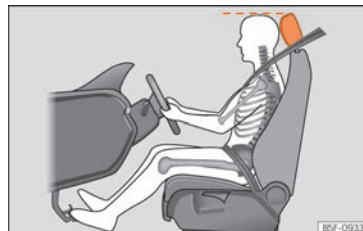

Fig. 88 Corretto posizionamento del poggiatesta del conducente.
- Regolare il poggiatesta portando il suo bordo superiore alla stessa altezza della parte superiore della testa »» fig. 88.